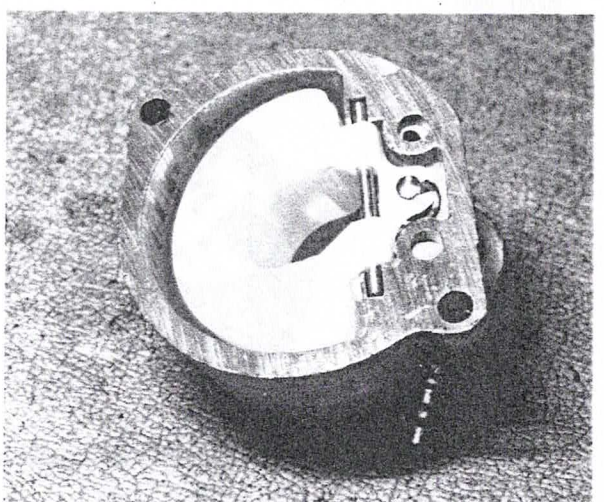

Bild 105
- Die Schwimmerachse darf nicht verbogen sein. Zur Prüfung rollt man die Achse auf einer Spiegelglasplatte (Bild 105).